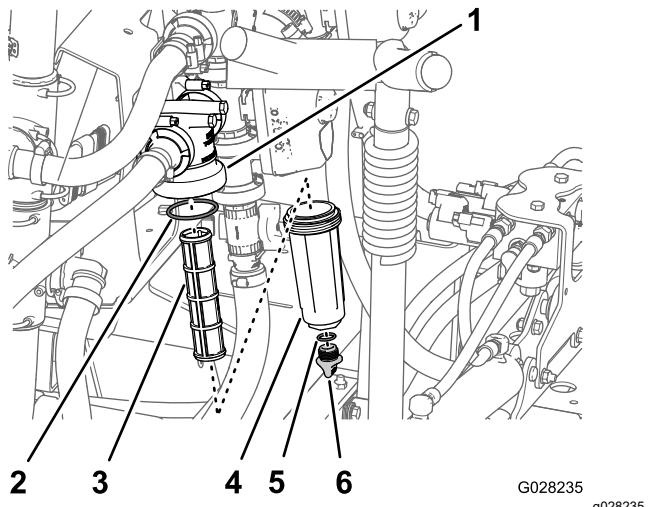

图 56
2. 在压力式滤清器下放置一个排放盘 图 56。
3. 逆时针旋转排油盖然后将其从压力式滤清器的油碗中取出 图 56。
4. 逆时针旋转油碗然后拆下滤清器头图 56。
5. 拆下压力式滤清器的滤芯图 56。
7. 检查排油塞的垫片在油碗内侧和油碗的垫片在滤清器头内侧是否有磨损和损坏图 56。
8. 将压力式滤清器滤芯安装到滤清器头中图 56。
9. 将油碗安装到滤头上并用手紧固图 56。
10. 将排油盖安装到油碗底部的接头上然后用手拧紧排油盖图 56。